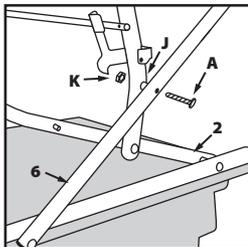

Abb. 11
- Bewegen Sie Bauteil **3** und **6** damit die Bolzenlöcher ausgerichtet sind. (**Abb. 11**).